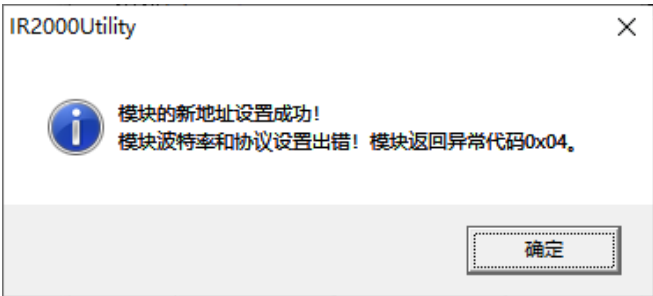

图2.4.6c
4、如果用户只更改模块地址，而波特率和协议不变时，不必将INIT*端子与GND端子短接，也可成功设置新地址，且不用重新启动模块新地址即可立即生效。如图2.4.6c所示为在ModbusRTU协议下且INIT*端子与GND端子未短接的情况下更改模块地址成功后的对话框提示信息。